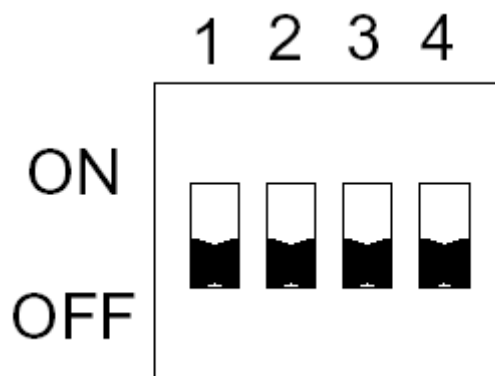

FIG5 DIP SWITCH
5. DIP SW para la selección de canales (cfr. fig.5)